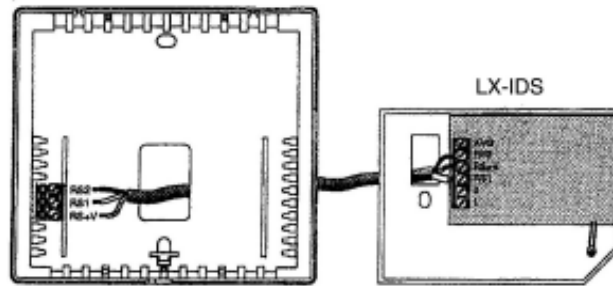

Figura 62
7. Pele 35 mm de aislante en los cables trifásicos del Sensor Remoto. Instale los cables en los terminales rotulados RS2, RS+V y RSI. Haga entrar en la pared cualquier cable sobrante. Selle el orificio alrededor del cable en la pared para descartar cualquier corriente de aire que pueda afectar el sensor. (Remítase a la figura 62)